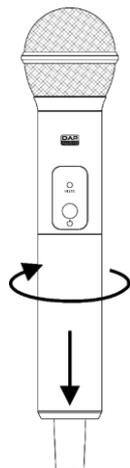

Abb. 06
- 01) Drehen Sie die Batterieabdeckung im Uhrzeigersinn, um sie zu lösen. Entfernen Sie sie (Abb. 06).